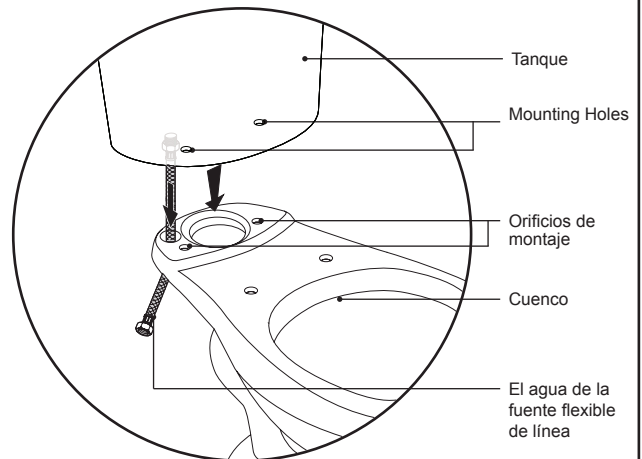

Figura 10
- 3 Coloque el tanque sobre la taza, alineando los agujeros de montaje del tanque con los agujeros de montaje en el recipiente (Figura 10).
Figura 10 se aplica a la instalación de WC Espree™ sólo.